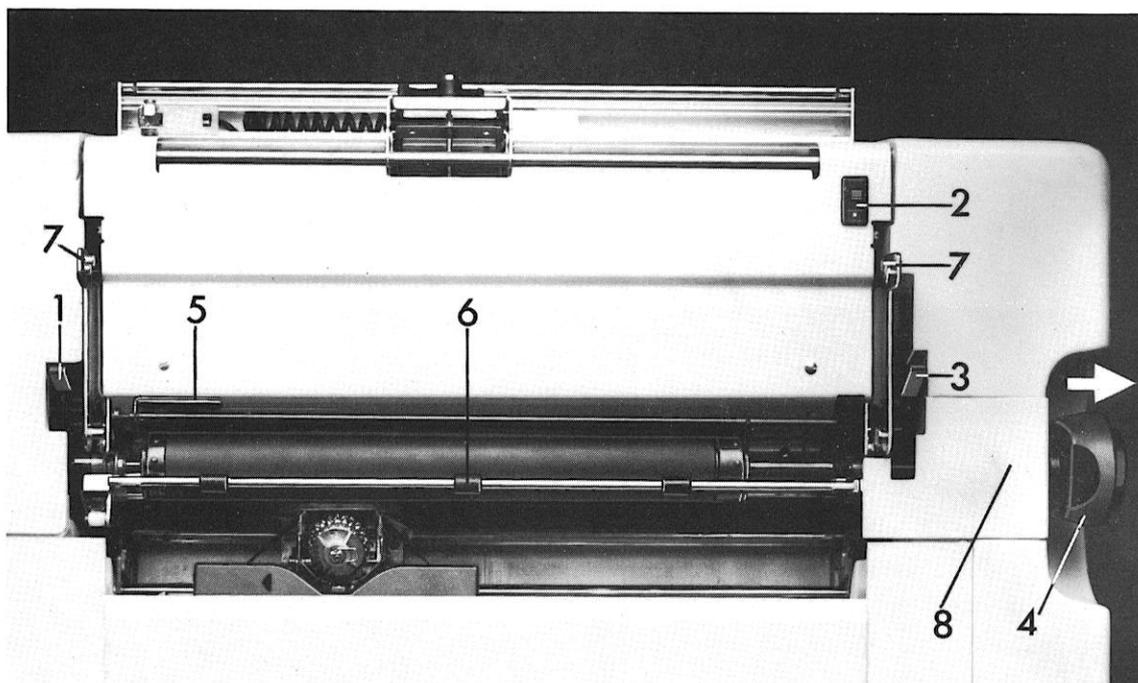

Abb. 9 Bedienungselemente
Mit dem Prellabstandeinsteller 1) Abb. 9 wird der Abstand zwischen der Schreibwalze und dem Schreibkern individuell auf die Anzahl der Durchschläge und auf die Papierqualität abgestimmt.
Der Abstand zwischen den Zeilen wird durch den Zeilenabstandeinsteller 2) Abb. 9 verändert.
Zum seitlichen und waagerechten Ausrichten der Einzelformulare und Einzelformularsätze wird der Papierlöser 3) Abb. 9 nach vorn gelegt.
Mit Hilfe des Walzendrehknopfes 4) Abb. 9 wird die Walze von der Zeilenschaltung getrennt. Walzendrehknopf bis zum Anschlag herausziehen und die Walze im her- ausgezogenen Zustand einstellen.
Nach dem teilungsgerechten Ausrichten von Einzelformularen und Einzelformularsätzen wird die Papieranlage 5) Abb. 9 an den linken Formularrand herangeschoben. Damit ist ein gleichmäßiger Zeilenanfang bei allen Formularen dieser Art gegeben und eine Übereinstimmung zwischen Programm und Formular gesichert.
- Die Abdeckung 8) Abb. 9 neben dem Walzendrehknopf abnehmen.
- Walzendrehknopf 4) Abb. 9 in die äußere Stellung herausziehen, roter Ring ist sichtbar.
- Papierlöser 3) Abb. 9 nach vorn legen